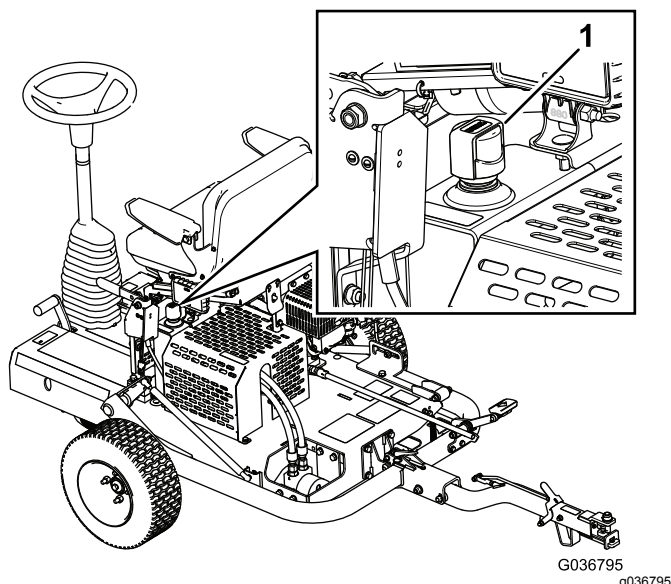

Figure 20
3. Enlevez le bouchon du réservoir hydraulique et vérifiez le niveau de liquide sur la jauge (Figure 20).